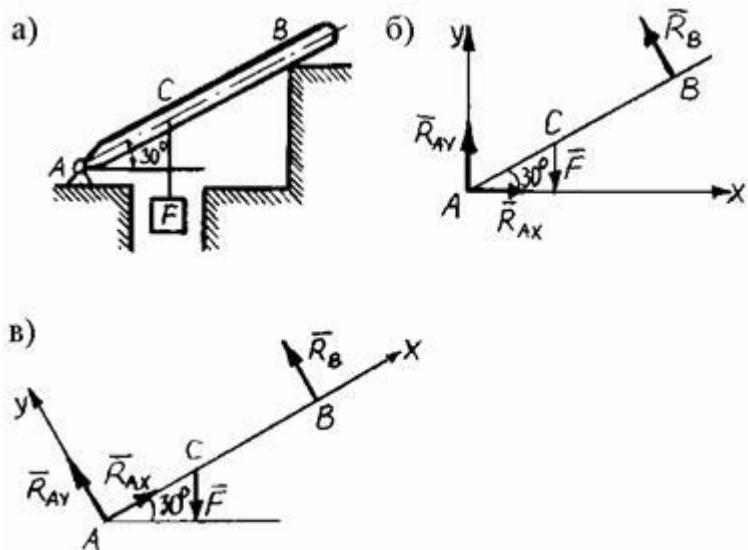

Рис.1
Из рис. 1, б видно, что $BE = 1 \cdot \sin 30^\circ = 0,5 \text{ м}$, тогда
Пример 3. Брус (рис. 1, а) шарнирно закреплен в точке A , а в точке B опирается на выступ стенки, образуя с горизонтальной плоскостью угол 30° . В точке C на расстоянии $AC = 1 \text{ м}$ брус нагружен перпендикулярной к нему силой $F = 800 \text{ Н}$. Определить реакцию шарнира A и выступа, если $AB = 2,4 \text{ м}$.
1. Изобразим заданный груз вместе с нагрузками на рисунке, соблюдая при этом угол наклона бруса и масштаб для размеров по его длине (рис. 1, б).
2. Освободим брус от связей (в точках A и B), заменив эти связи их реакциями. Нужно помнить, что при свободном опирании тела о связь реакция связи направлена от связи к телу перпендикулярно либо поверхности тела, либо поверхности связи. В данном случае конец бруса B опирается на выступ стены, значит, реакция выступа направлена перпендикулярно брусу (рис. 1, б и 1, в). Направление реакции неподвижного шарнира A , как правило, заранее неизвестно, и поэтому эту реакцию заменяют ее составляющими, направленными вдоль выбранных координатных осей X и Y . Приняв за начало координат точку A , можно придать осям обычное горизонтально-вертикальное положение (рис. 1, б), тогда реакция R_A шарнира A заменяется составляющими R_{AX} и R_{AY} . Но можно выбрать иное направление осей, например: ось X совместить с бруском AB , а ось Y направить перпендикулярно брусу (рис. 1, в), тогда реакция шарнира A заменяется составляющими R'_AX и R'_AY .
3. Для получившейся расчетной схемы действия на брус плоской системы четырех сил составим три уравнения равновесия. Если задача решается по схеме на рис. 1, б, то целесообразно составить уравнения:
Если задача решается по схеме на рис. 1, в, то целесообразно составить уравнения: